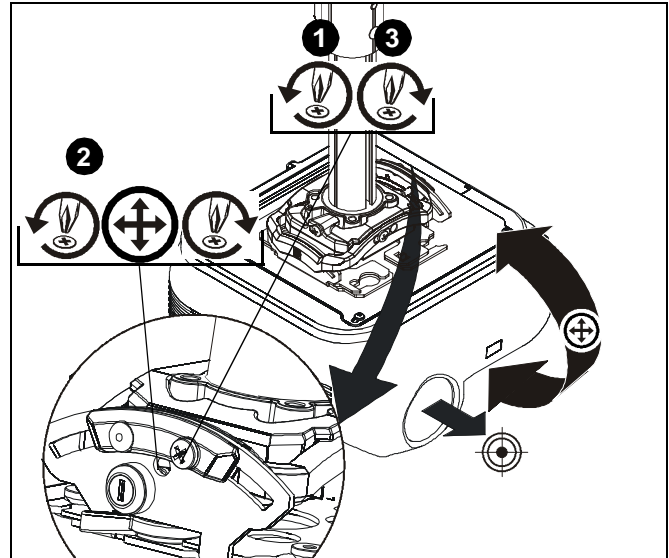

Figure 18
1. Desserrez la vis de blocage du réglage de l'inclinaison à l'aide d'un tournevis Phillips 2. (Voir la Figure 18)
2. Tournez la vis de réglage micrométrique de l'inclinaison vers la droite ou la gauche à l'aide d'un tournevis Phillips 2 jusqu'à ce que l'image soit correctement alignée sur la cible. (Voir la Figure 18)
3. Resserrez la vis de blocage du réglage de l'inclinaison à l'aide d'un tournevis Phillips 2. (Voir la Figure 18)